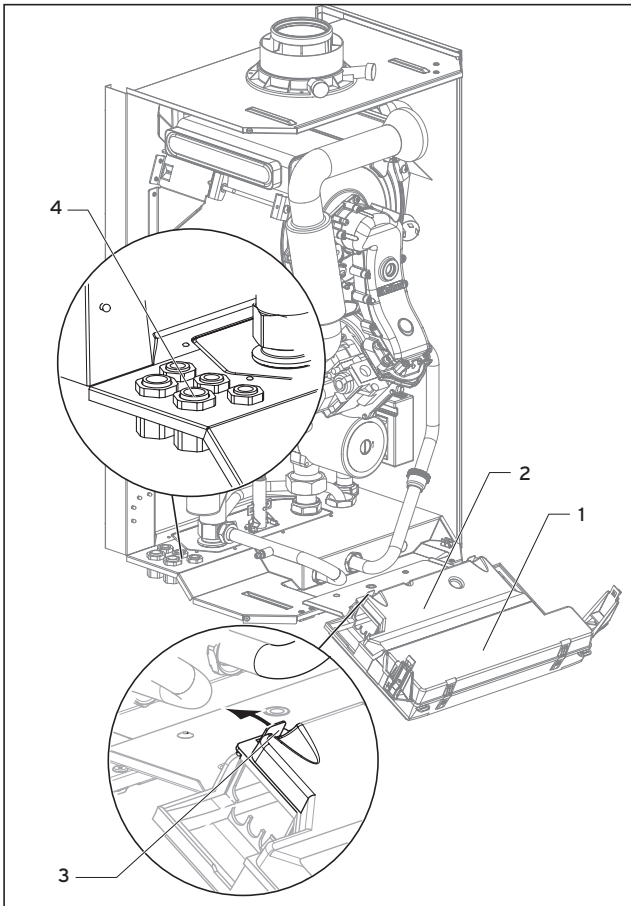

Fig. 4.10 Apertura della parte posteriore del pannello di comando
- Inserire i cavi di collegamento dei componenti da collegare attraverso i fori di passaggi dei cavi (4) presenti a sinistra sul lato inferiore dell'apparecchio (vedi fig. 4.10).